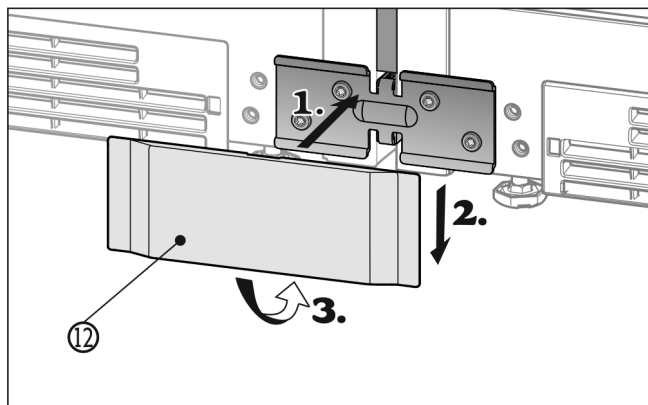

Fig. 31
- Applicare la copertura inferiore Fig. 31 (12) dal davanti sulla squadretta Fig. 31 (1), spingerla verso il basso Fig. 31 (2) e innestarla nella parte inferiore Fig. 31 (3).